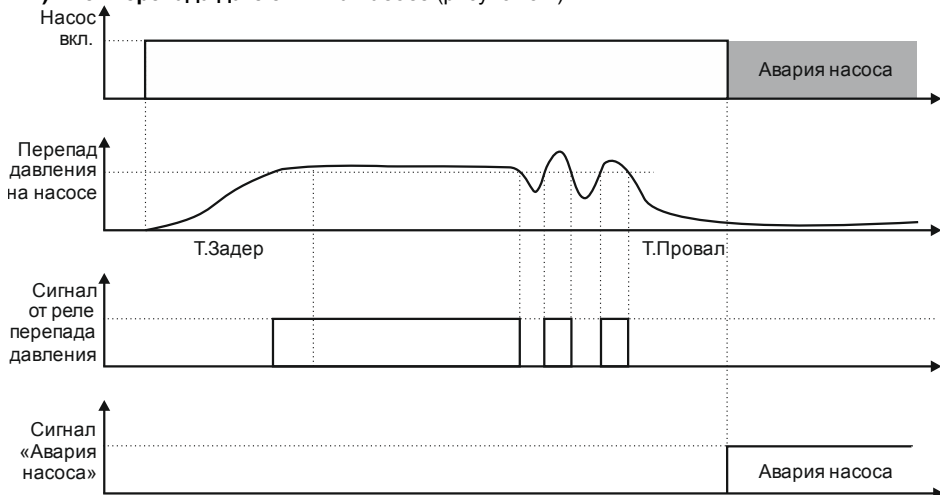

Рисунок 3.2 - Обработка сигнала от датчика перепада давления ($\Delta P1/\Delta P2/\Delta P3$)
1) Нет перепада давления на насосе (рисунок 3.2)